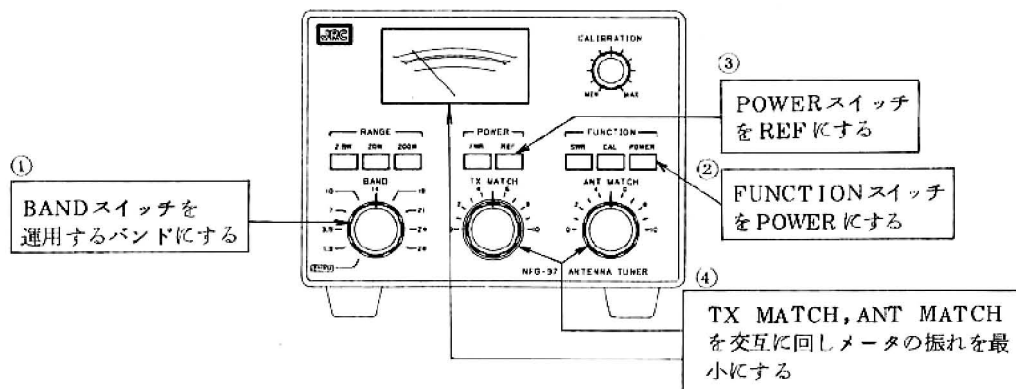

図 3.3 マッチングネットワーク部の調整
3.2.1 で測った SWR 値が 1.5 以下程度であれば使用上支障はありませんがそれ以上の場合には効率よくパワーをアンテナへ送り込むためマッチング（整合）をとる必要があります。図 3.3 に示すように BAND スイッチを運用するバンドに合わせて、